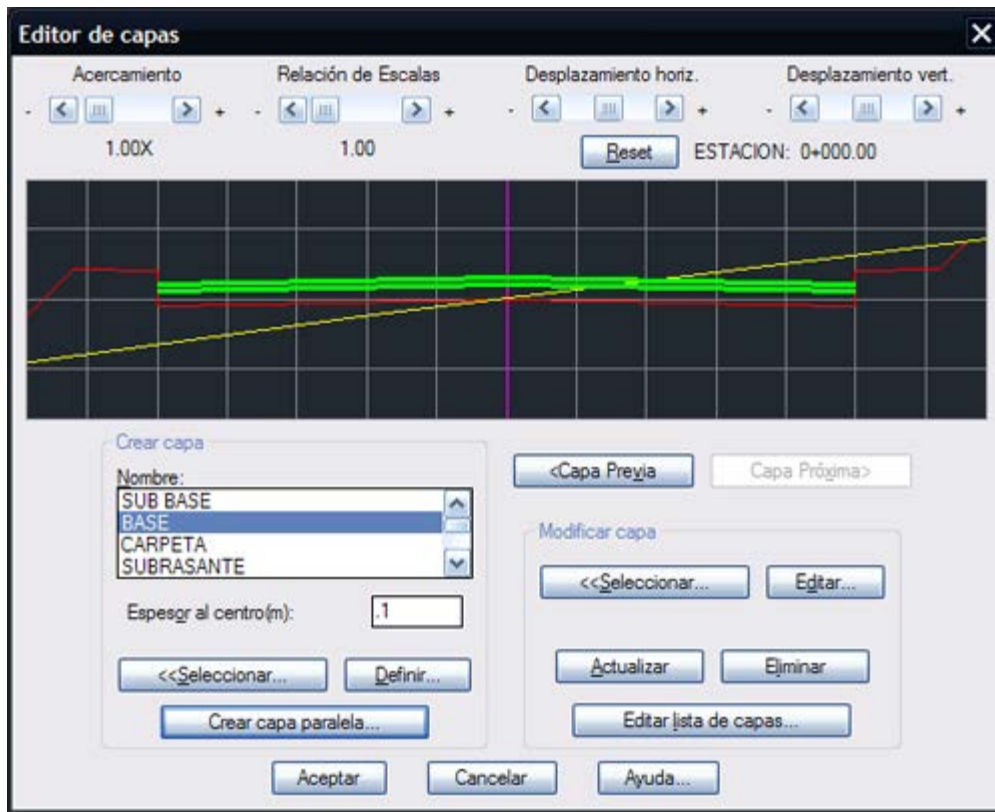

Fig. 8: Crear capa "BASE"
9. Seleccione **BASE** de la lista (Fig. 8) e indique un grosor de 0.1 m, y repita el paso anterior para crear una capa paralela.